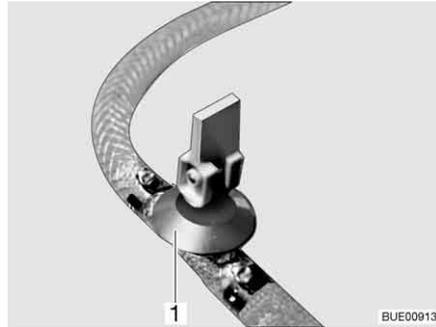

Fig. 129 Llave de desagüe
- Cerrar la(s) llave(s) de desagüe. Colocar para ello el balancín (Fig. 129,1) en posición horizontal.
- Abrir la(s) llave(s) de desagüe (Fig. 129). Colocar para ello el balancín (Fig. 129,1) en posición vertical. La caldera se vacía hacia fuera.